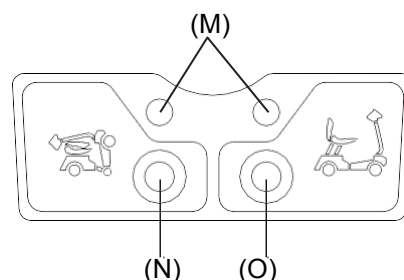
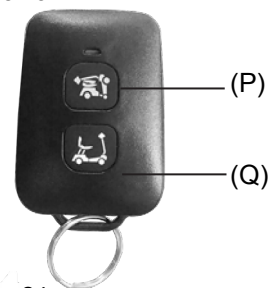

Figure 23
Figure 24
- Lorsque le scooter est éteint et en attente de pliage/dépliage, le voyant lumineux de pliage/dépliage (M) du scooter est orange (figure 23).
- Boutons du scooter (figure 23)
- Appuyez une fois sur le bouton de pliage (N) pour activer le pliage automatique. Assurez-vous que le scooter est complètement déployé avant de le plier.
- Appuyez une fois sur le bouton de dépliage (O) pour activer le dépliage automatique. Assurez-vous que le scooter est complètement plié avant de le déplier.
- Appuyez à nouveau sur (N)/(O) pour plier/déplier le scooter si le processus de pliage/dépliage a été interrompu.
- Boutons de la télécommande (figure 24)
- Appuyez une fois sur le bouton de pliage (P) pour activer le pliage automatique. Assurez-vous que le scooter est complètement déployé avant de le plier.
- Appuyez une fois sur le bouton de dépliage (Q) pour activer le dépliage automatique. Assurez-vous que le scooter est complètement plié avant de le déplier.
- Appuyez à nouveau sur (P)/(Q) pour plier/déplier le scooter si le processus de pliage/dépliage a été interrompu.